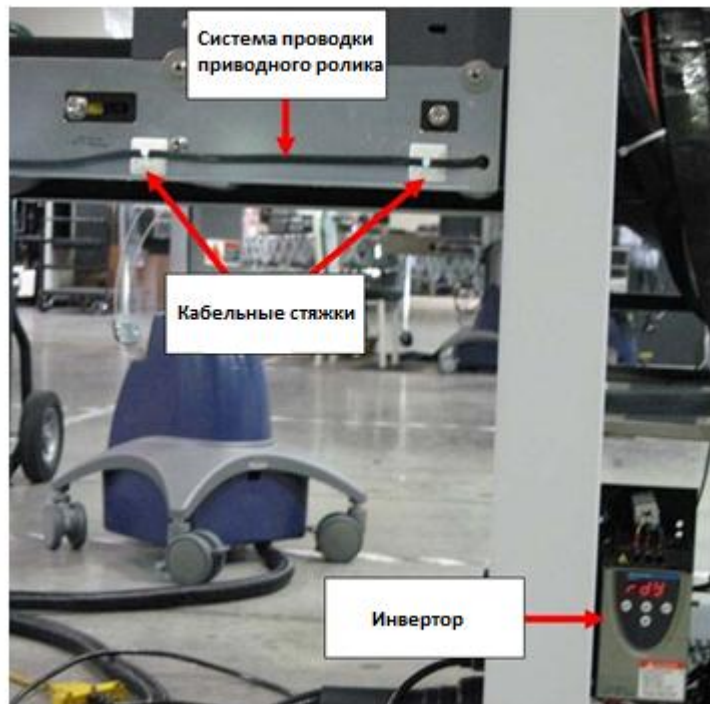

Рисунок 26-1: Система проводки приводного ролика, Инвертор, кабельные стяжки
1. Отсоедините кабель приводного ролика от инвертора (Рисунок 26-1). Приводной ролик подключен к преобразователю следующим образом:
- Удалите все кабельные стяжки, фиксирующие провода приводного ролика к блоку питания (Рисунок 26-1).